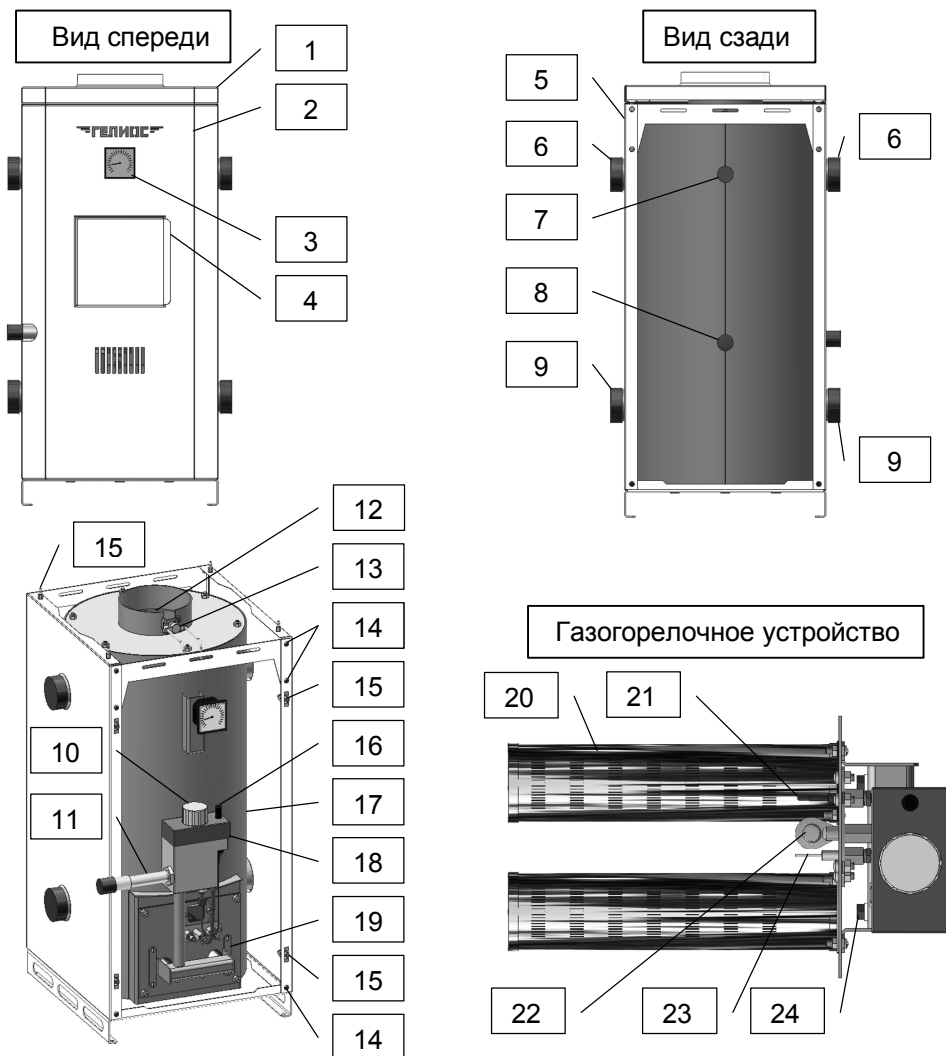
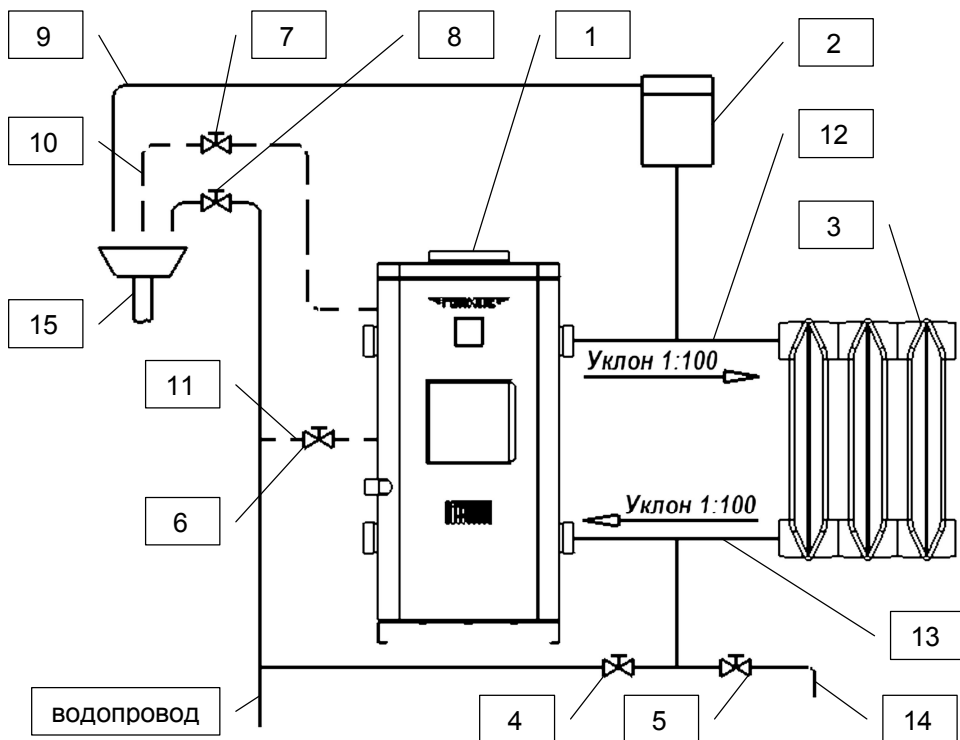
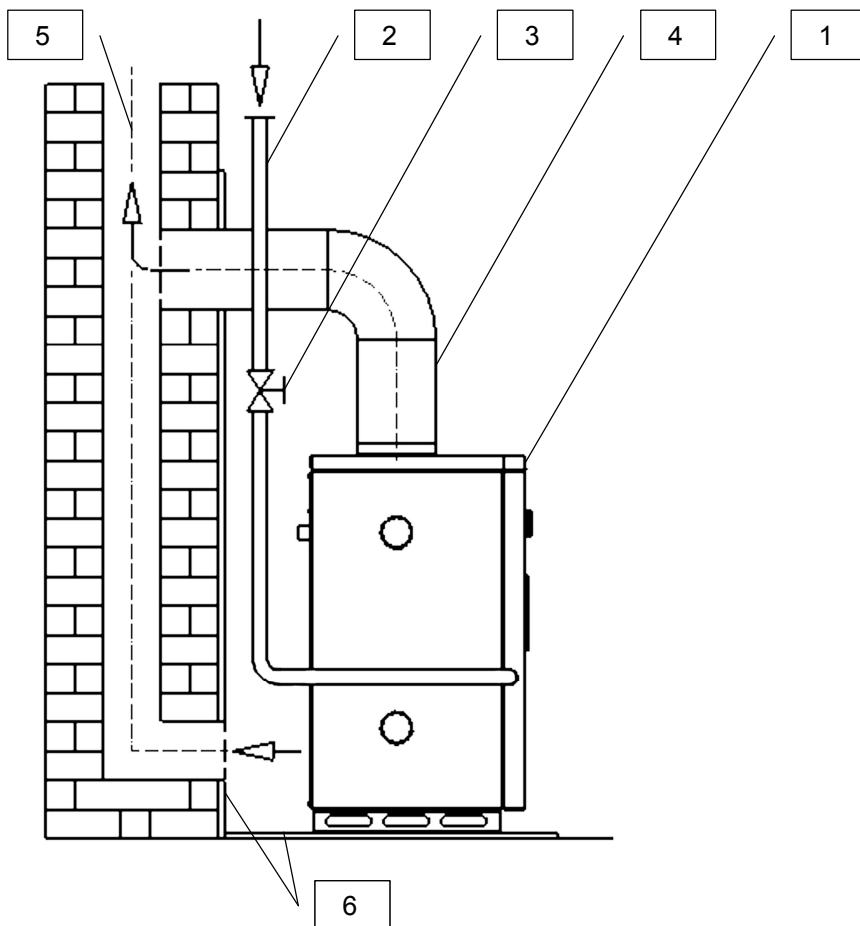

Рис.1 – устройство аппарата
Рис.2 - монтаж аппаратов АОГВ и АКГВ
Рис.3. - схема подключения аппарата к газопроводу и дымоходу.
При засорении эжекторов (поз.24, рис.1), подающих газ на основные горелки, необходимо, при выключенной автоматике, перекрыть подачу газа к аппарату, открутить против часовой стрелки эжектор и мягкой проволокой $d=1\text{мм}$ прочистить отверстие в эжекторе, не нарушая выходного диаметра эжектора. После очистки эжектора необходимо установить эжектор и прокладку эжектора на место. В случае повреждения прокладки, её необходимо заменить.
5.1 Аппарат изготовлен в виде напольного шкафа – см. рис.1, передняя сторона которого закрыта съемной передней панелью облицовки (поз.2) с открывающимся лючком (поз.4), обеспечивающим доступ для запуска аппарата в работу и регулирования режимов отопления. Лючок установлен на оси и при Вашем желании может быть переустановлен на противоположное открытие для чего необходимо преодолевая сопротивление пружинных фиксаторов (поз.15) снять «резко на себя» панель облицовки (поз.2), вытащить вверх ось (подогнув ее нижний кончик), перевернуть лючок вертикально на 180° до совмещения его отверстий с отверстиями в проеме, вставить ось в обратном порядке.
- отсоединить газоотводящую трубу (поз.4, рис.3) от газоотводящего патрубка;
- преодолевая сопротивление пружинных фиксаторов (поз.15, рис.1), приподнять крышку «резко вверх»;
6.4 Аппарат устанавливается у стены из негорючих материалов на расстоянии не менее 10 см. Если аппарат устанавливается у трудносгораемой стены – ее поверхность должна быть изолирована стальным листом по листу асбеста толщиной 3мм. Изоляция (поз.6, рис.3) предусматривается от пола и должна выступать за габариты аппарата на 10 см с каждой стороны и 70 см сверху. Перед аппаратом должен быть проход 1 м. Не допускается размещение ближе 1 м. от аппарата сгораемых предметов: мебели, штор, занавесок, ковров и т.п. При установке аппарата на пол с деревянным покрытием, последний должен быть изолирован негорючими материалами – изоляцией (поз.6, рис.3), выступающей за габариты аппарата на 10 см.
6.7 Произведите монтаж аппарата АОГВ (АКГВ) с каналом дымохода (поз.5, рис.3) при помощи газоотводящей трубы (поз.4, рис.3), газопроводом (поз.2, рис.3), подающей и обратной магистралями контура отопления (поз.12 и 13, рис.2). Конструктивно аппарат позволяет подключать подающую и обратную магистрали контура отопления, как с левой, так и с правой стороны. На не задействованные патрубки подающей и обратной магистрали контура отопления устанавливаются заглушки (приобретаются отдельно).
6.8 При монтаже аппарата АКГВ дополнительно производится присоединение магистралей подачи холодной (поз.11, рис.2) и отбора горячей (поз.10, рис.2) воды контура ГВС.
6.9 На газоподводящей трубе (рис.3, поз.2) перед аппаратом обязательно должен быть установлен газовый кран (поз.3, рис.3), перекрывающий доступ газа к аппарату. Соединительные трубы всех магистралей должны быть точно подогнаны к месту расположения патрубков аппарата, исключая образование взаимного натяга в резьбовых соединениях.
6.10 Заполните систему отопления и аппарат водой от водопроводной сети медленным открытием подпиточного вентиля (поз.4 рис.2). Контроль заполнения системы осуществляется по сигнальной трубе (поз.9 рис.2). Категорически запрещается установка запорного вентиля на подающей магистрали контура отопления (поз.12, рис.1).
ВНИМАНИЕ! Направление вращения ручки-кнопки терморегулятора (поз. 10 рис.1) для включения аппарата и увеличения температуры - против часовой стрелки, а для снижения температуры и выключения аппарата - по часовой стрелке. Вращение ручки терморегулятора, для воспламенения основной горелки, возможно только после розжига растопочного факела.
7.3 Для включения аппарата необходимо открыть газовый кран на газопроводе. Начиная с позиции Выключено «*», поверните ручку-кнопку терморегулятора (поз. 10 рис.1) в позицию розжига «*». Именно в позиции розжига «*» одной рукой нажмите вниз до упора и удерживайте в этом положении ручку-кнопку терморегулятора, другой рукой нажимайте на кнопку пьезорозжига (поз.16, рис.1) до тех пор, пока от искры не загорится растопочный факел на запальной горелке (поз.22, рис.1). После загорания факела продолжайте удерживать ручку-кнопку терморегулятора еще в течение 20...30 секунд. Отпустите ручку-кнопку терморегулятора и проверьте, что растопочный факел остался гореть (если он погас, повторите операцию снова до появления устойчивого пламени). Поверните ручку терморегулятора на отметку, соответствующую необходимой температуре, после чего должна воспламениться основная горелка. Для того чтобы горел только растопочный факел, поверните ручку терморегулятора с позиции выбранной температуры в позицию розжига «*».